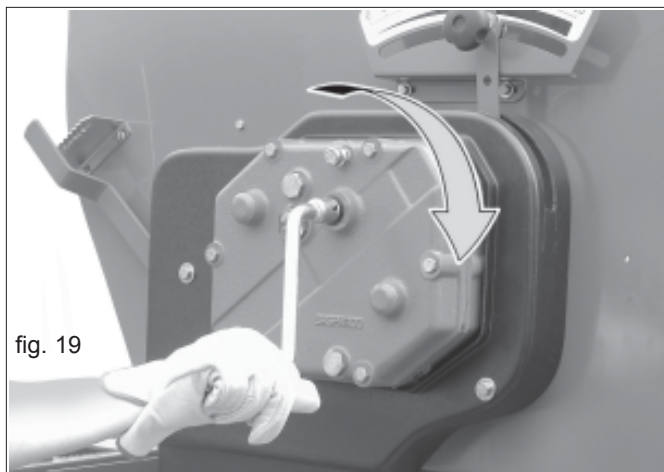

fig. 19
- 5) Inserire la manovella (Fig. 19) nell'alberino del cambio (3 Fig. 1) e girare in senso orario.